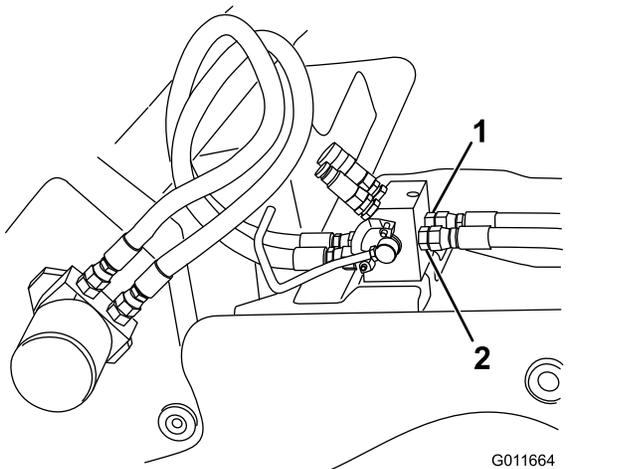

Bild 19
3. Verbinden Sie das andere Ende des linken Hydraulikschlauchs mit dem Anschluss T (rechter Anschluss) auf der Rückseite des Hydraulikverteilers und das andere Ende des rechten Hydraulikschlauchs mit dem Anschluss P (linker Anschluss), wie in **Bild 19** dargestellt.
5. Verlegen Sie die Schläuche so, dass die offenen Anschlussstücke an den offenen Anschlüssen am Hydraulikmotor am Grabenfräsen sind (**Bild 19**).